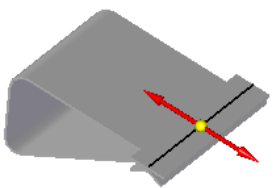
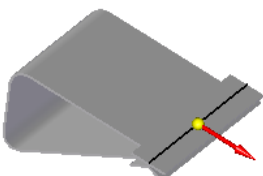
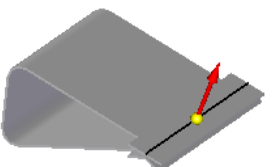

图 4.8.24 定义折弯位置
图 4.8.25 定义移动侧方向
图 4.8.26 定义折弯方向
(3) 定义折弯属性及参数。在命令条中单击“折弯位置”按钮 ，在 **折弯半径:** 文本框中输入值 0.2，在 **角度:** 文本框中输入值 130；单击“从轮廓起”按钮 ，并定义折弯的位置如图 4.8.24 所示的方向后单击；单击“移动侧”按钮 ，并将方向调整至图 4.8.25 所示的位置；单击“折弯方向”按钮 ，并将方向调整至图 4.8.26 所示的位置。
(4) 单击  完成 按钮，完成特征的创建。